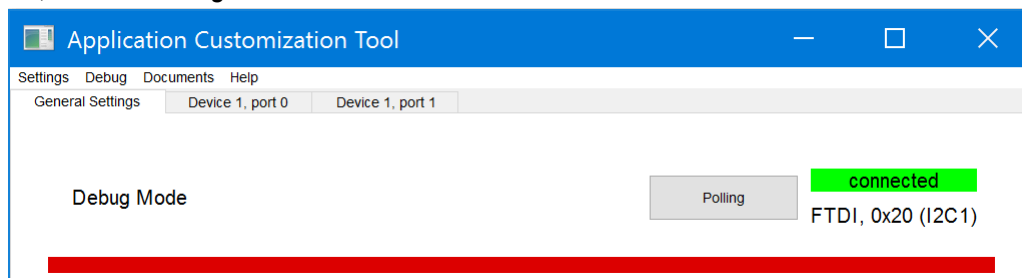

图 2-18. 调试模式下的连接状态和连接方式示例
4. 验证器件和工具是否连接成功。当右上角的连接状态显示为 “Connected”，并如图 2-18 所示以绿色突出显示时，则连接成功。